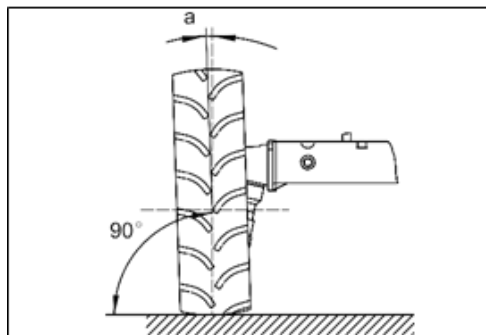

Abb. 193 – STURZWINKEL
1. Der Radsturz reduziert das Durchbiegen oder Verdrehen der Vorderachse durch vertikale Belastung oder Fahrwiderstand und sorgt für Stabilität beim Fahren (Abb. 193).